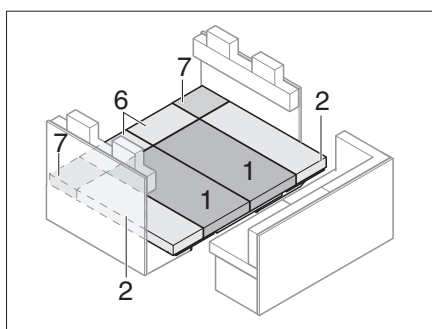
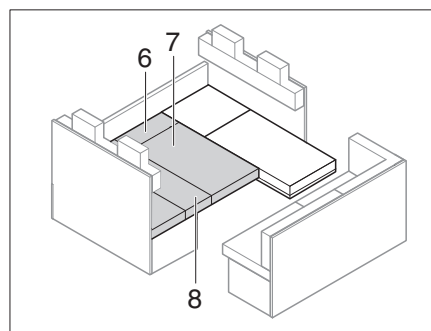

Fig. 203 Dopo la trasformazione
Fig. 207 Dopo la trasformazione
- Applicare i cuscini del divano, dello schienale e aggiuntivi come illustrato in Fig. 203.
- Applicare i cuscini del divano, dello schienale e aggiuntivi come illustrato da Fig. 203 a Fig. 207.